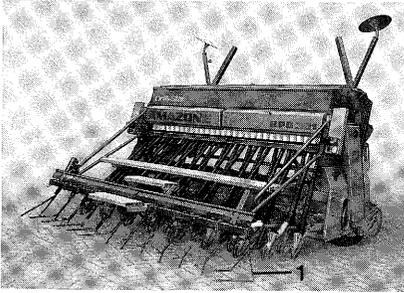
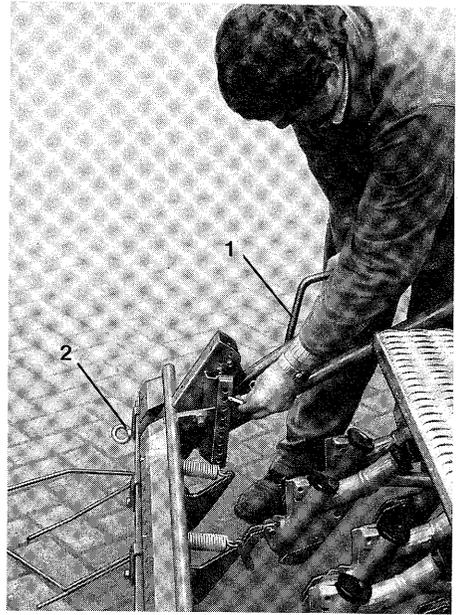
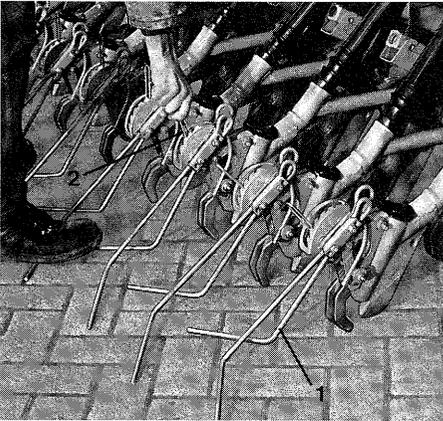
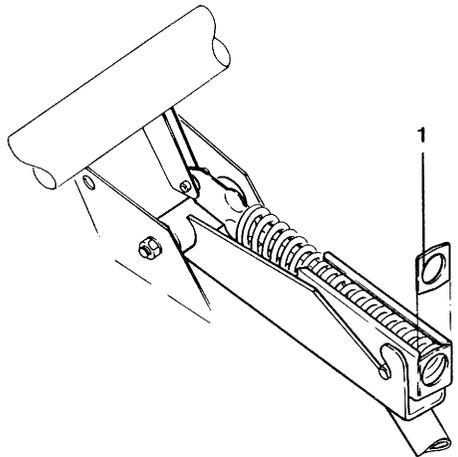

Fig. 87
Fig. 88
Fig. 91
Fig. 92
Les semoirs portés sur rouleau-pneumatiques sont équipés, de ce fait, de série avec le recouvreur FlexiDoigts. Sur les semoirs à 4 rangées de socs (EN) et les semoirs avec Rollsoc (ER et SR), le recouvreur FlexiDoigts (fig. 87) est fixé à la trémie par des tirants de fixation. Tous les autres semoirs (SN) sont équipés d’origine avec des FlexiDoigts individuels (fig. 91) qui sont directement fixés sur le soc afin de maintenir le plus réduit possible l’effort nécessaire au relevage du semoir. En option, le recouvreur FlexiDoigts peut aussi être monté sur les semoirs SN en le fixant à la trémie avec les tirants de fixation.
L’extrémité des FlexiDoigts de recouvrement en forme de V (fig. 87/1) doit reposer quasi à l’horizontale sur le sol. Les éléments FlexiDoigts doivent avoir de plus un débattement vers le bas de 5 à 8 cm, de manière à ce qu’ils puissent agir sur les zones plus profondes.
Pour le transport sur voie publique, dévisser les éléments FlexiDoigts extérieurs (fig. 87/1) et les retirer de la barre à section carrée, de manière à ne pas dépasser la largeur autorisée au transport. Pour desserrer la vis à oeil (fig. 88/2), utiliser, si nécessaire, la manivelle de contrôle de débit.
L'intensité du travail des FlexiDoigts de recouvrement ou leur effet d'appui sur le sol, se module de façon appropriée en fonction des conditions de terrain, au moyen du réglage central de terrage (fig. 88). Lorsque le réglage est effectué correctement, à la manivelle (fig. 88/1), il ne doit subsister aucun billon après le passage du recouvreur FlexiDoigts.
Le FlexiDoigts individuel (fig. 91/1) possède les formidables caractéristiques de fonction du recouvreur FlexiDoigts. Les graines sont recouvertes par une couche de terre régulière.
Les FlexiDoigts individuels sont montés sur les socs du rang arrière. Chaque FlexiDoigts individuel est équipé avec un secteur de réglage. La pression du FlexiDoigts est réglée au niveau de chaque FlexiDoigts à l'aide d'un levier (fig. 91/2). En repoussant le levier vers les crans supérieurs du secteur, la pression du FlexiDoigts augmente et elle peut de cette manière être adaptée aux conditions de sol. L'augmentation de la pression du FlexiDoigts individuel se traduit au niveau du soc correspondant par une très légère modification de la profondeur du semis. Dans le cas où l'augmentation de la pression du FlexiDoigts individuel occasionnerait une diminution plus forte de la profondeur de semis du soc concerné, insérer une ou plusieurs rondelles de calage (fig. 92/1) en amont du ressort d'enterrage du soc, pour augmenter la pression des socs longs (avec FlexiDoigts individuels). Pour vérifier la profondeur de travail du soc, ainsi que l'efficacité du travail des FlexiDoigts individuels, il est nécessaire d'effectuer un parcours dans le champ de 30 mètres environ à la vitesse qui sera utilisée pour semer. Puis contrôler si la profondeur du semis ainsi que le réglage des FlexiDoigts individuels sont corrects.